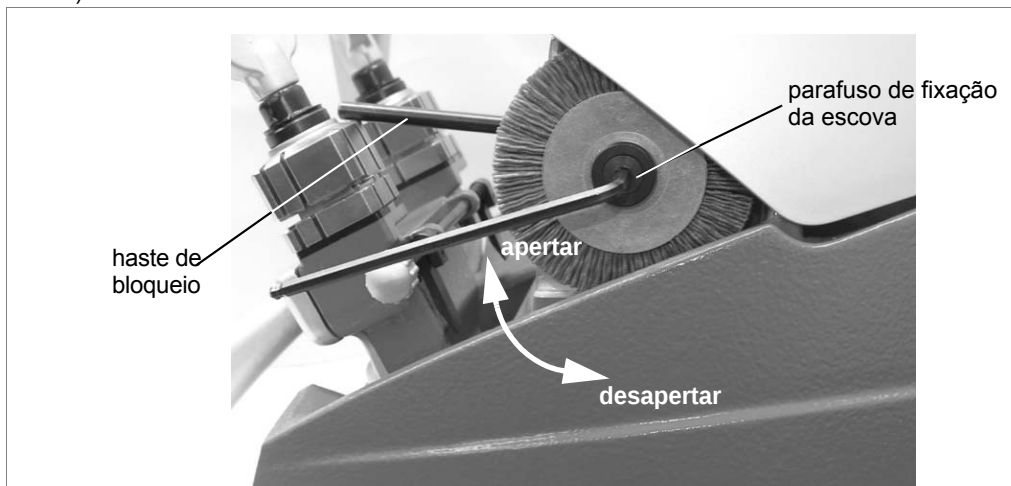

Fig. 19
- 2) Com a chave Allen (anexa) desaperte o parafuso que fixa a escova (fig. 19).
- 1) Remova as duas pequenas almofadas (Q).
- 2) Desaperte os três parafusos (M1) e remova a cobertura superior (M).
- 3) Retire a escova (fig. 19).